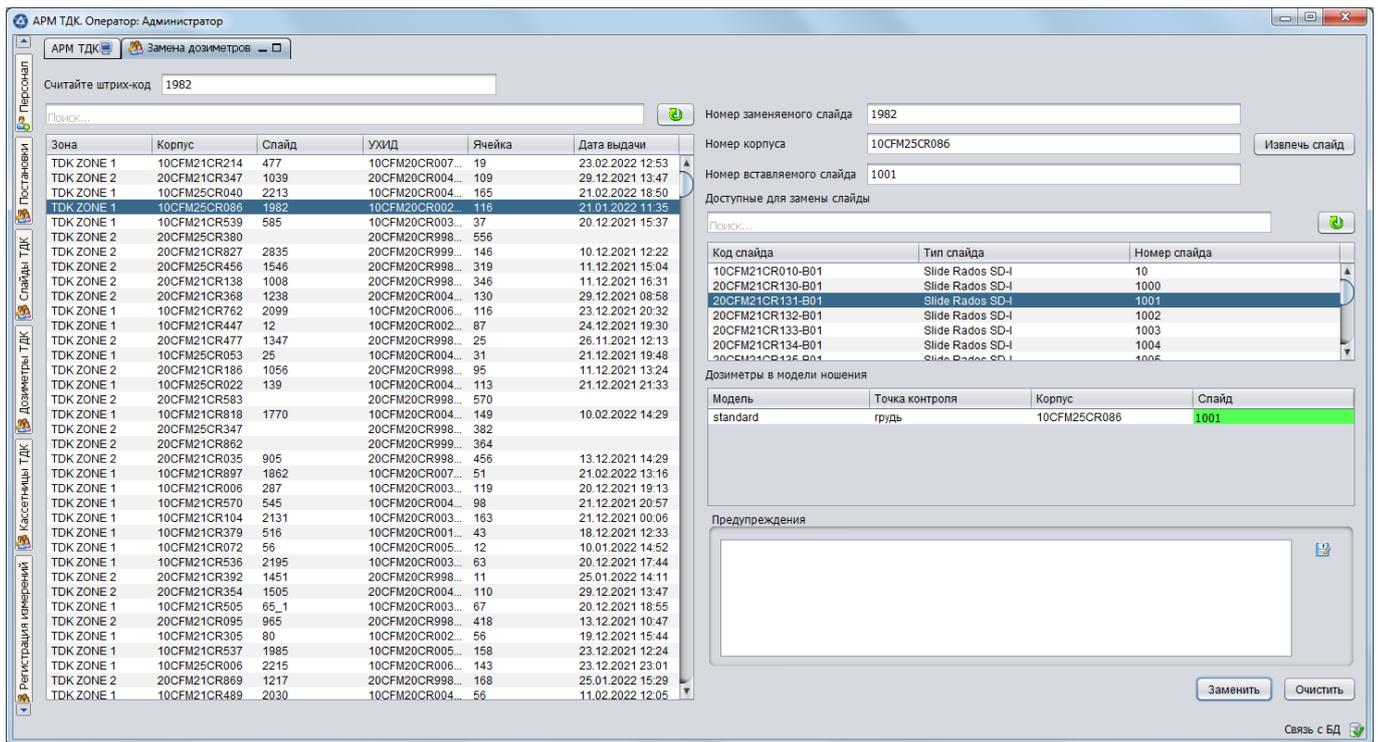

Рисунок 8
3.4.6.1. Панель «Замена дозиметров» предназначена для замены слатов в дозиметрах ТДК. Состав панели «Замена дозиметров» приведен на рис. 8.